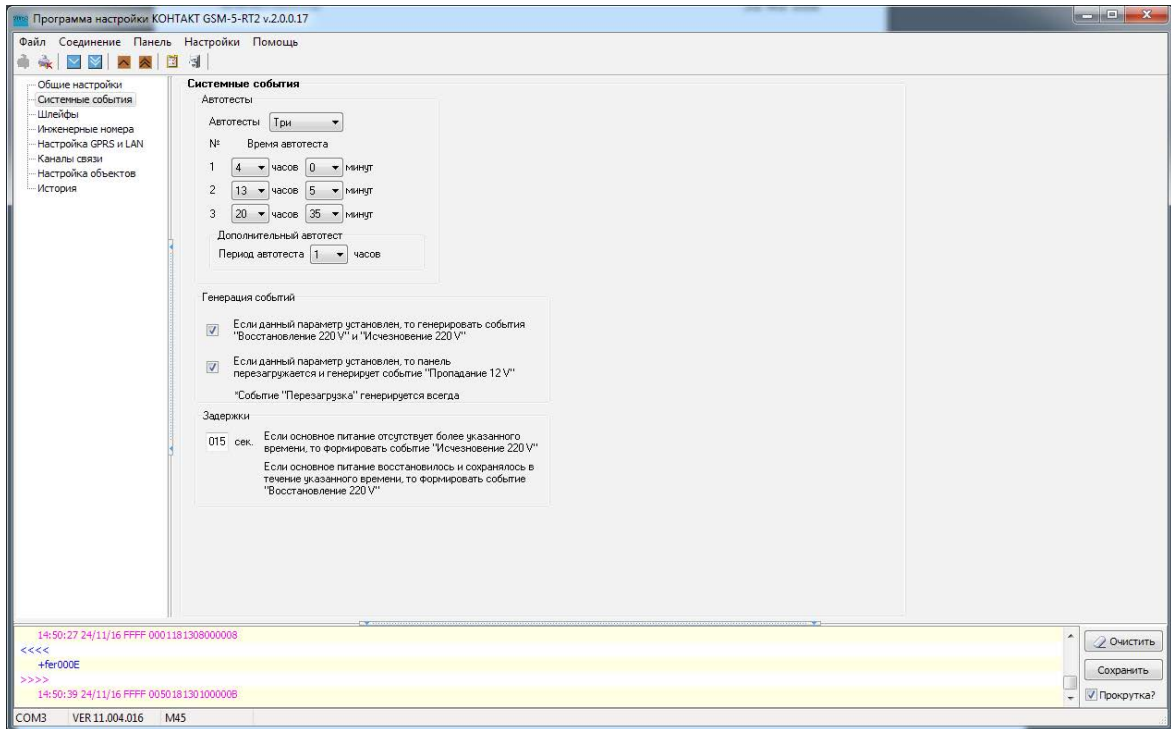

Рисунок 7. Раздел «Системные события»
Благодаря системным событиям (рис. 7) появляется возможность отслеживания работоспособности каналов связи оффлайн и исправности питания панели.
*Например, при настройках, указанных на рис. 7, автотест будет генерироваться в 4:00, 13:05 и 20:35.*